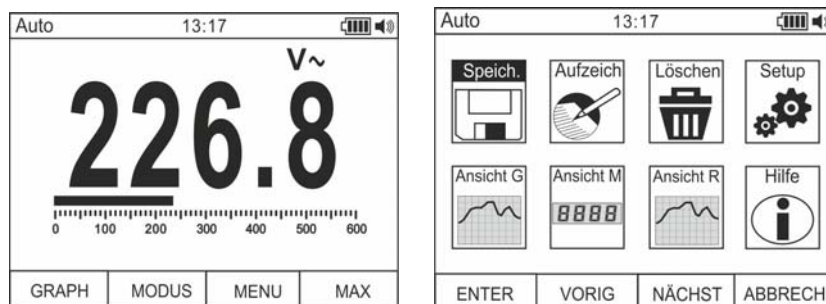

Abb. 9: Hauptmenü des Geräts
1. Mit angezeigtem Messergebnis (siehe Abb. 9 – linker Teil), drücken Sie die Funktionstaste **F3**, um ins Hauptmenü des Gerätes einzutreten. Die Bildschirmseite (siehe Abb. 9 – rechte Seite) erscheint im Display.